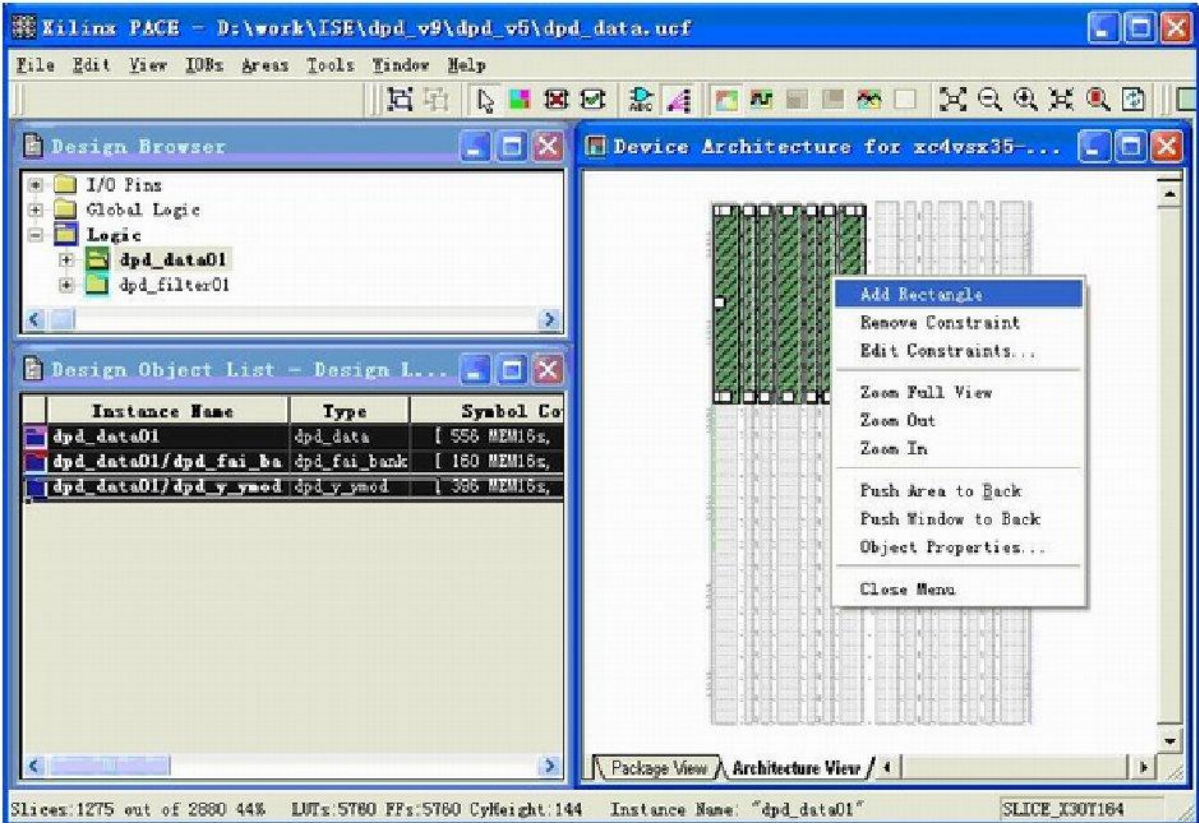

图 4-82 利用 PACE 划定约束区域
(2) 在 PACE 工具栏单击“”图标 (Assign Area constraint Mode)，用鼠标在器件结构窗口划出用于布局的曲域，如图 4-82 所示。